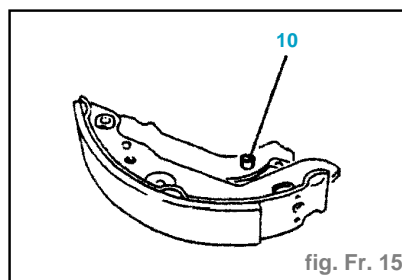

fig. Fr. 15
- Segment comprimé, mettre en place la goupille Mécanindus (10) (fig. Fr. 15).